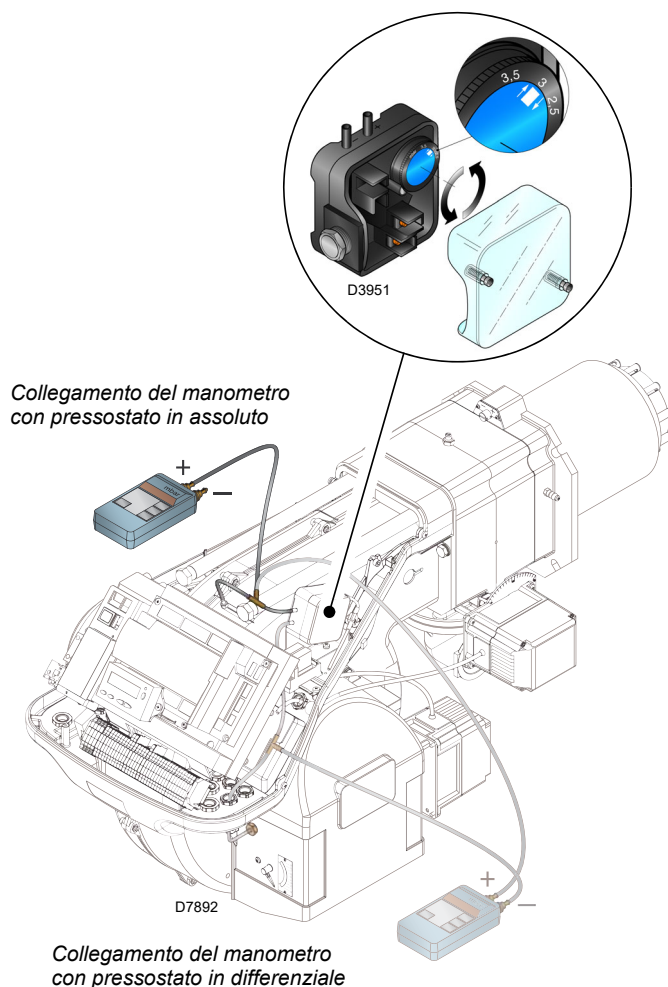

Fig. 29
- Regolare il pressostato aria (Fig. 29 a pag. 35) ad inizio scala.
Eseguire la regolazione del pressostato aria (Fig. 29) dopo aver effettuato tutte le altre regolazioni del bruciatore con il pressostato aria regolato a inizio scala.
Il collegamento del manometro è riportato in Fig. 29. La configurazione standard è quella del pressostato aria collegato in assoluto. Si noti la presenza di un collegamento a "T" non fornito.
In questo caso anche il manometro deve essere collegato in differenziale, come indicato in Fig. 29.